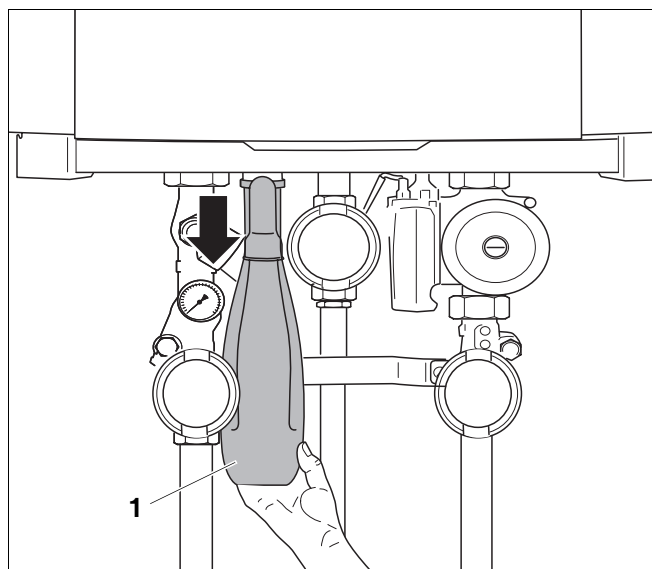

Fig. 118 Afmontering af vandlåsen i tilslutningsgruppen
- Løsn vandlåsen fra koblingen, og tag den ud (fig. 118, **pos. 1**).